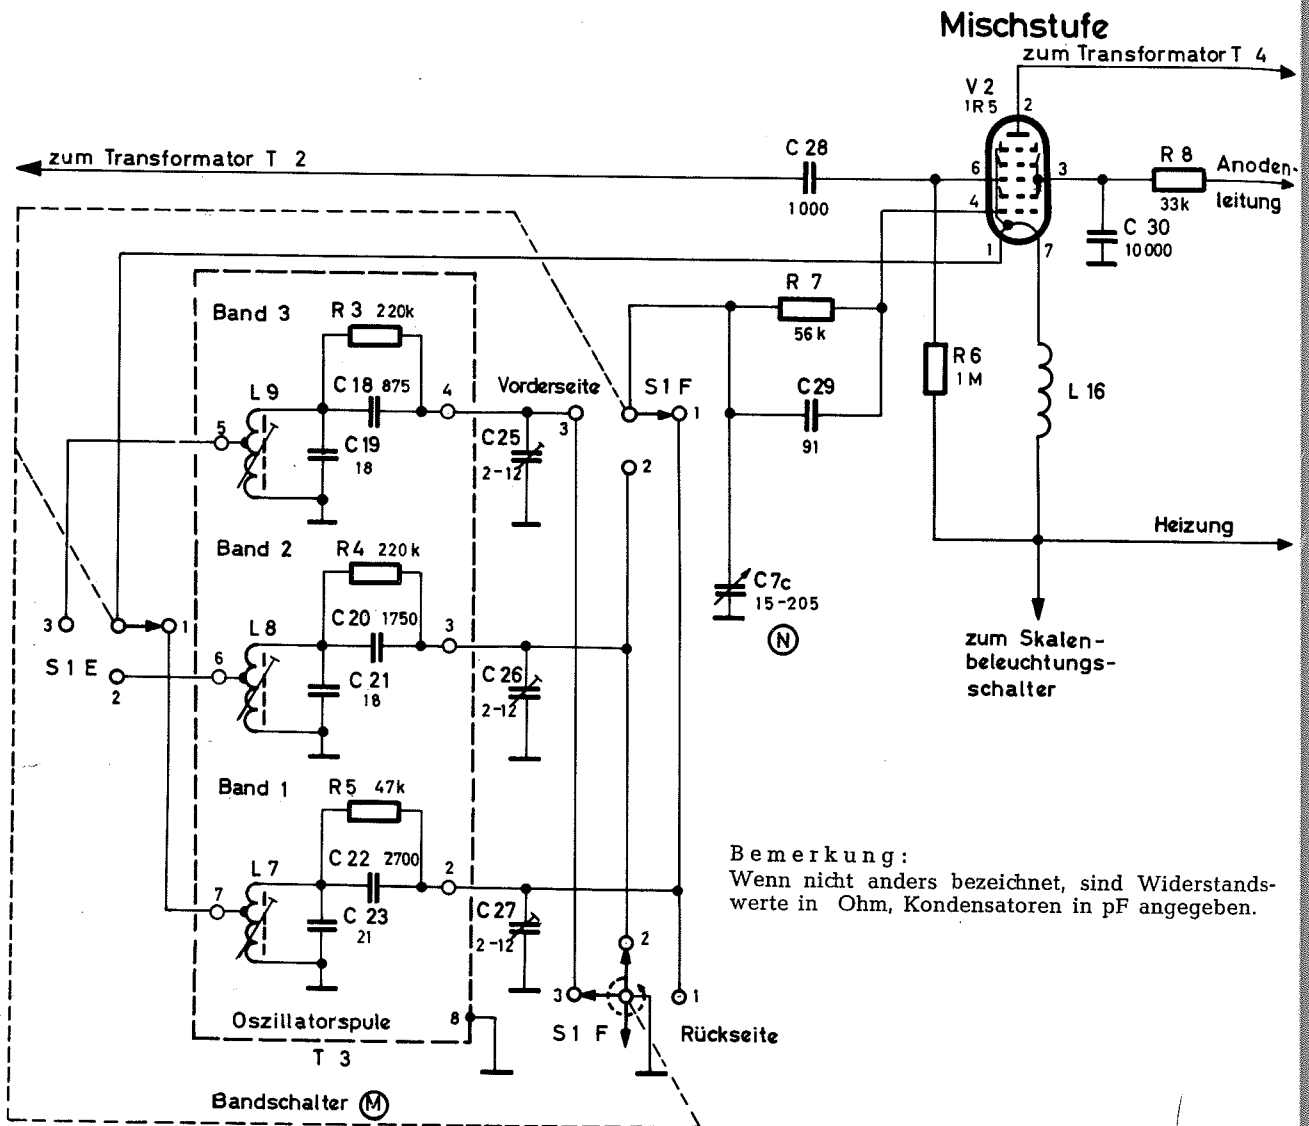

Bild 56 Mischstufe, vereinfachte schematische Darstellung
5.1.2 Antennenschaltung und Abstimmkreis (Bild 56)
5.1.4 Mischstufe, Röhre V 2 (Bild 56)
b) Der Resonanzkreis in dem Oszillatorteil der Röhre V 2 wird durch eine Spule des HF-Transformators T 3 und den Kondensator C 7 C gebildet. Er wird durch die Schalter S 1 E und S 1 F eingeschaltet. Die Kondensatoren C 25, C 26 und C 27 werden bei Umschaltung des Bandes dem Abstimmkondensator C 7 C (N) parallel geschaltet. C 19, C 21 und C 23 dienen zur Temperaturkompensation.